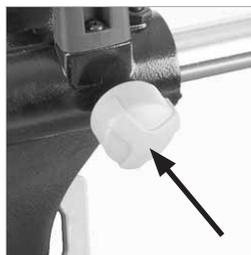

Fig. 24
- Apriete el tornillo de bloqueo de deslizamiento. (**Fig. 24**)